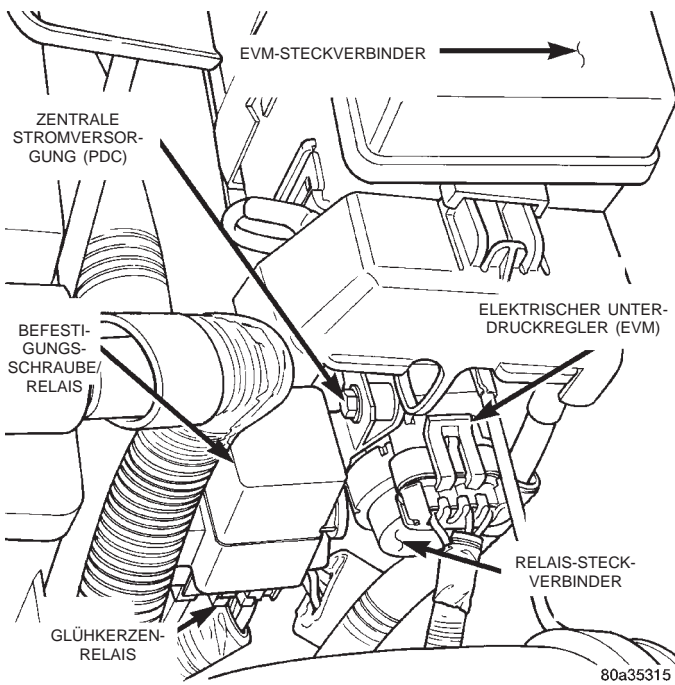
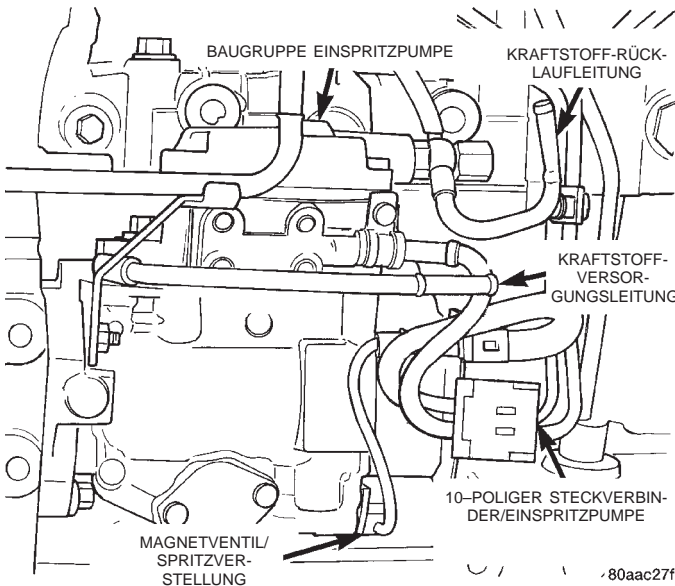

Abb. 15 Lage des Glühkerzenrelais
Abb. 16 Lage des Kraftstoffabschalt-Magnetventils
- (7) Sicherstellen, daß die Anschlüsse am Glühkerzenrelais fest sitzen und nicht korrodiert sind. Das Glühkerzenrelais ist im Motorraum am linken Schottblech/Kotflügel montiert (Abb. 15).
- (8) Die Anschlüsse des Anlassers und des Anlaßmagnetschalters auf festen Sitz und Korrosion prüfen.
- (9) Prüfen, ob der Steckverbinder korrekt an der Einspritzpumpe angeschlossen ist. Den Steckverbinder auf Korrosion oder beschädigte Kabel prüfen. Das Magnetventil ist an der Rückseite der Einspritzpumpe montiert (Abb. 16).